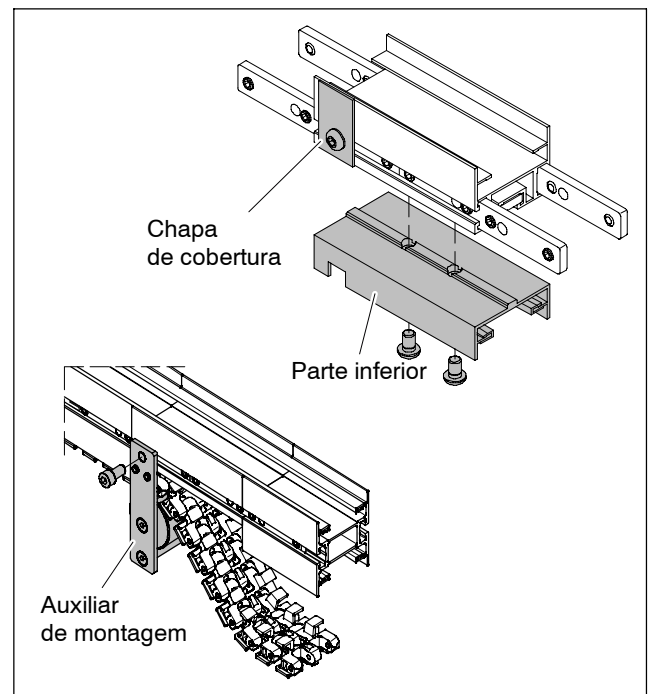

Fig. 6: Unidade de montagem da corrente
- Virar as placas de cobertura laterais para o lado e fixá-las (consulte Fig. 6).